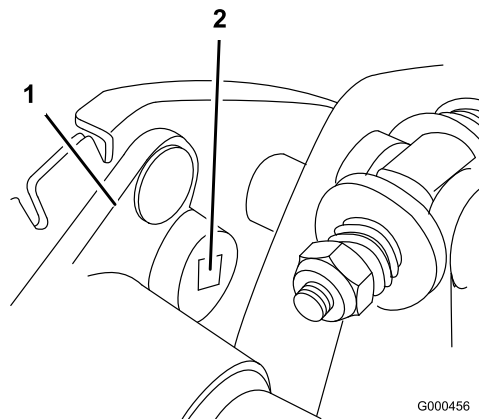

Figura 40
- B. Con una chiave torsiometrica da 3/8 poll. girate la sede del cuscinetto ad una coppia di 4–4,5 Nm per impostare la tensione della cinghia (Figura 40)